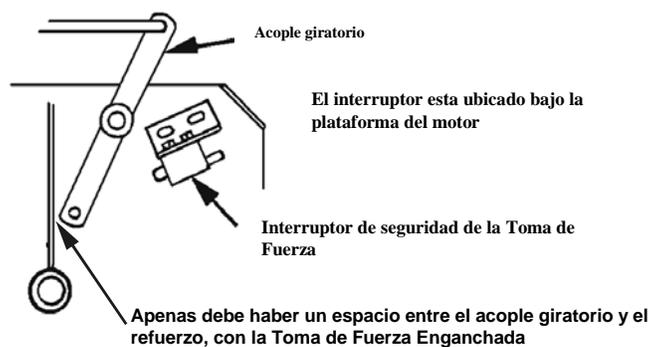

FIGURA 6
- Con la Toma de Fuerza enganchada (palanca estirada hacia arriba) ajuste el largo del acople donde la parte inferior del acople giratorio apenas este separado del refuerzo del soporte del eje (Vea Figura 6). Asegúrese que el brazo de asistencia este contra el tope trasero en la plataforma (Vea Figura 7). Empuje la palanca hacia abajo, a la posición desenganchada. El brazo de asistencia debe tocar el tope delantero en la plataforma. Si no lo hace, reajuste, de tal manera que el acople giratorio este mas cerca del refuerzo.